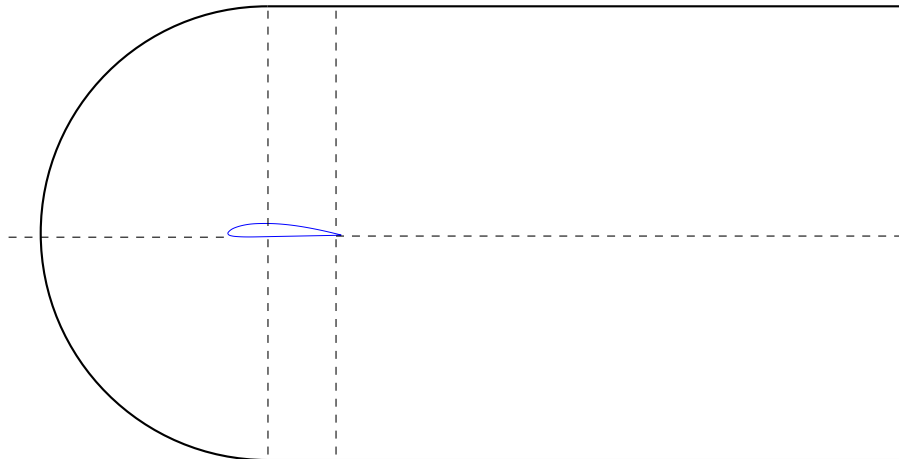

FIGURE 2 – Géométrie NACA 0020 dans DesignModeler
14. plan XY, Nouvel Esquisse, Esquisse, Dessiner : Ligne (tracer des ligne horizontale qui coupe le domaine de travail voir la figure 2 : (i) deux lignes vers la fin du profil d'aile (distance de l'axe y a ces lignes = 1 m), (ii) deux au centre vers le point le plus haut ou plus bas du profil d'aile, (iii) une ligne horizontale de bout à bout de toute la géométrie.
16. Pour subdiviser en plusieurs surfaces, deux méthodes existent : (1) Outils : face split – et sélectionner les lignes.